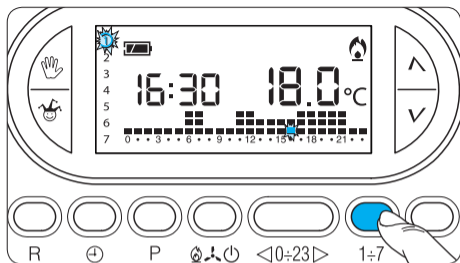

Fig. 25
7.2- Tramite il pulsante **1÷7** portare l'indicatore del giorno in posizione 1 (Lunedì) (fig. 25).